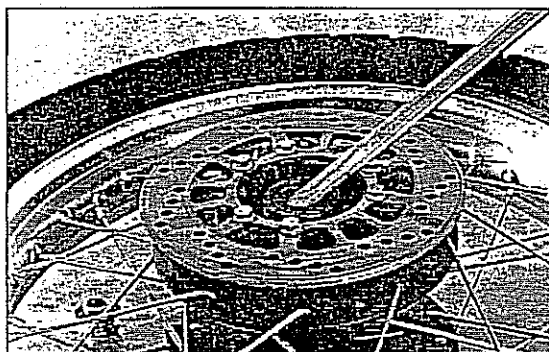

Bild 138
- Wellendichtringe aushebeln, siehe Bild 138.